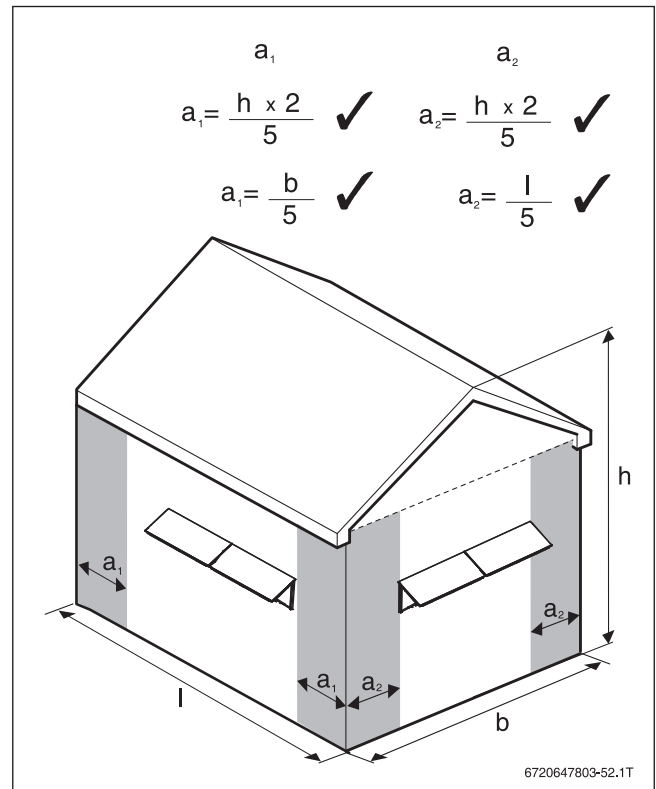

Bild 217 Einzuhaltende Abstandsmaße
- ▶ Abstand der Kollektorreihe vom Rand der Fassade gemäß Bild 217 ermitteln.